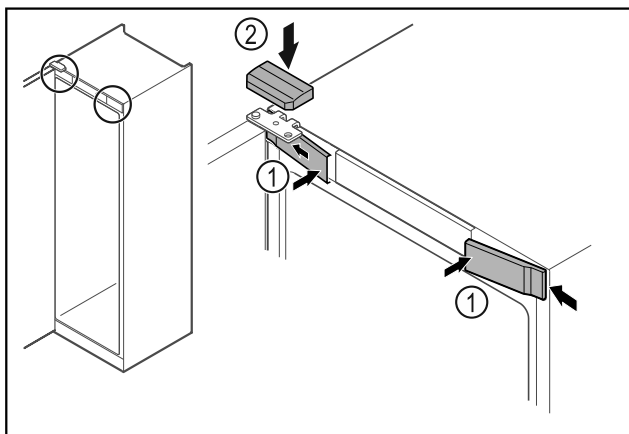

Fig. 63
- ▶ Klik de forreste afdækninger Fig. 63 (1) i på siden, og lad dem gå i hak.
- ▶ Klik på den øverste afdækning Fig. 63 (2) på ovenfra.